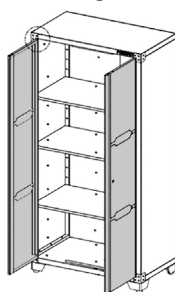
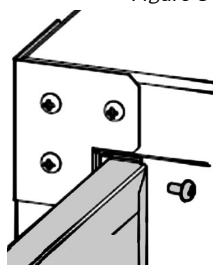

Figure 9.
Figure 10.
9. Installez les portes avant (fig. 9). Maintenez la charnière de la porte avant gauche (n^o 16) contre le cadre de porte gauche. Alignez les trous de boulon et insérez une vis M4 x 10 (n^o 8). Répétez avec les ouvertures à charnière restantes (fig. 10).